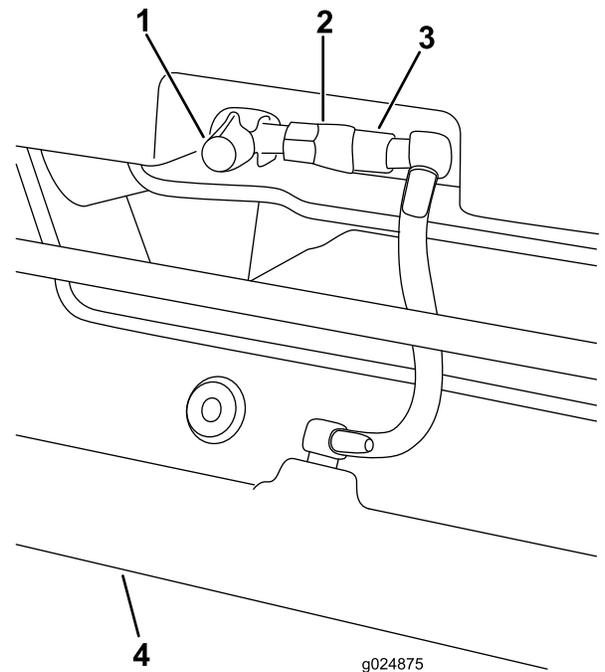

Figura 10
- Compruebe el colector del aspersor (Figura 10) y retire cualquier suciedad o residuo.
- Desconecte el acoplamiento de la válvula (Figura 10).